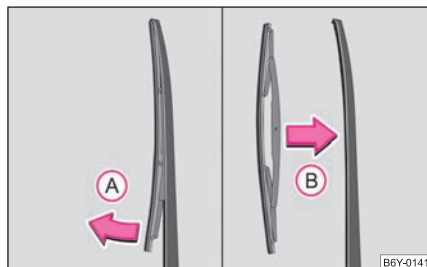

Fig. 44 Balai d'essuie-glace pour lunette arrière
- Ecartez le bras de l'essuie-glace ⇒ fig. 44.
- Avec la deuxième main attraper le balai au centre et tirer celui-ci dans le sens de la flèche (A).